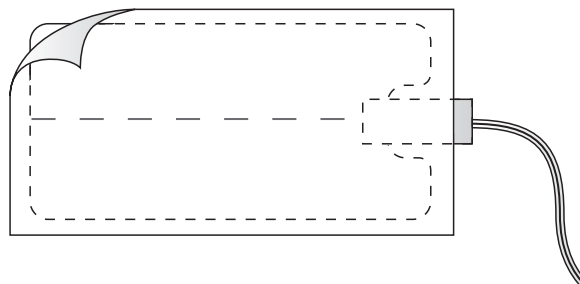

Abbildung 4-5. Ziehen Sie vorsichtig den Kunststoffträger von der Elektrode ab.
2. Ziehen Sie vorsichtig den Kunststoffträger ab, um die leitende/klebende Fläche freizulegen. Achten Sie dabei darauf, dass keine Falten in der Elektrode entstehen (Abbildung 4-5). Entsorgen Sie den Kunststoffträger.